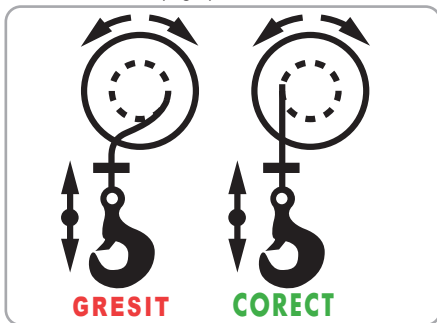

Fig.5
- Verificați întotdeauna direcția corectă de înfășurare a cablului pe tambur - o înfășurare inversată poate conduce la uzura prematură sau chiar la tăierea cablului (Fig.5).